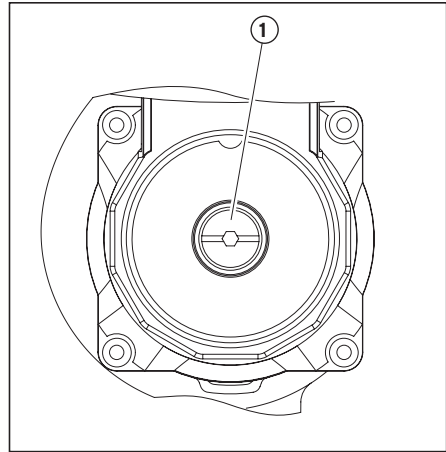

Abb. 5: Art.-Nr. 309 441 und 309 442
- Entlüftungsschraube (Abb. 5, Pos. 1), mit geeignetem Werkzeug, vorsichtig öffnen,